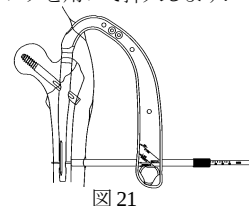

図 21
- 19) ドリルスリーブを抜き、スクリュースリーブ先端を骨面に押しあて、ロックングスクリュー用デプスゲージを挿入し先端フックを内側皮質に引っ掛け、スクリュー長を計測します。(図 21)